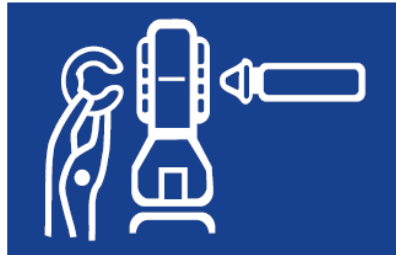

Fig. 5
2. Retirez l'agrafe de retenue (Fig. 5).